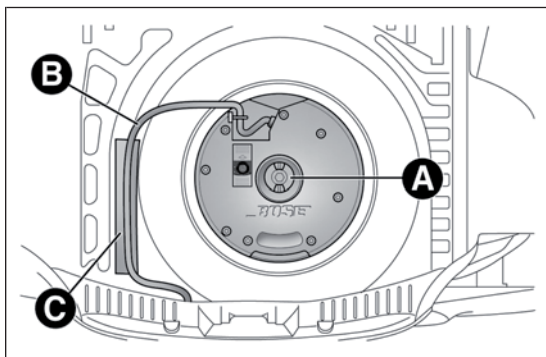

РИС. 125
- отвинтите фиксатор А РИС. 125, поднимите сабвуфер и снимите соединительный провод В с липучки С;
- приложите провод В РИС. 125 к липучке С, чтобы его не пережать;